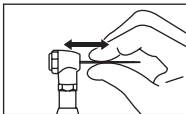

Fig. 3
- Перед началом работы убедитесь в том, что файл надежно установлен, потянув за него. (Рис. 3)